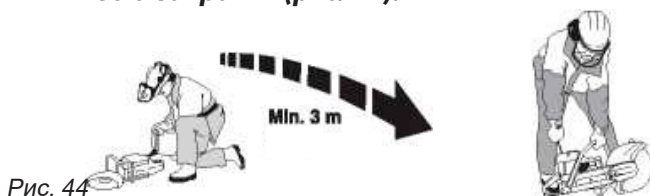

Рис. 44
- **Перед запуском отодвиньте инструмент как минимум на 3 м от места заправки (рис. 44).**